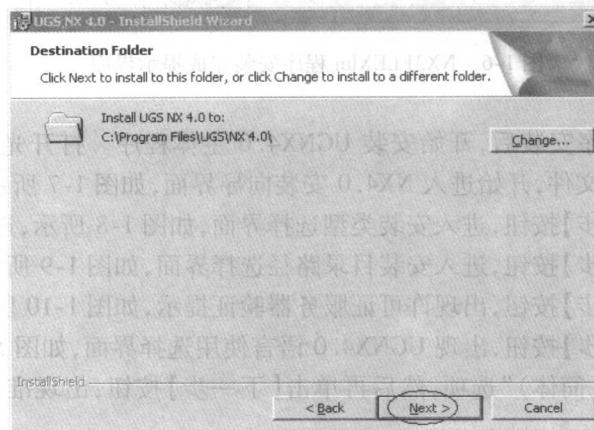

图 1-9 安装目录路径选择界面
- (11) 单击【下一步】按钮,进入安装目录路径选择界面,如图 1-9 所示,默认路径。